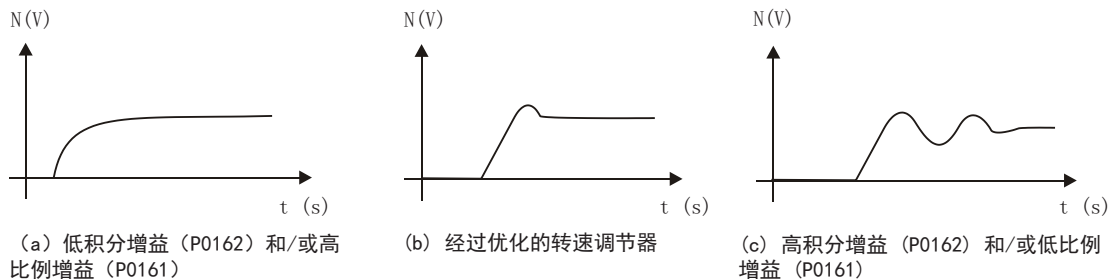

图13.5: (a) 到 (c) 转速调节器响应类型
6. 验证图13.5 (第13-15页) 的选项, 哪个波形最能代表观察到的信号。
7. 根据图13.5 (第13-15页) 中显示的响应类型来调整P0161和P0162。